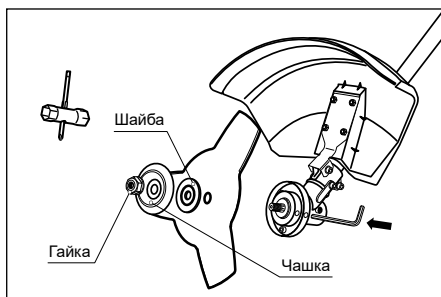

Рис. 9
3. Установите режущий нож на фланцевую шайбу. Убедитесь, что режущий нож правильно отцентрирован и лежит на проточке шайбы. Установите прижимную шайбу. Установите на вал чашку крепления (рис. 9).
5. Удерживая стопорный стержень одной рукой, надежно затяните гайку трубчатым ключом (входит в комплект поставки), поворачивая ее против часовой стрелки (рис. 9).